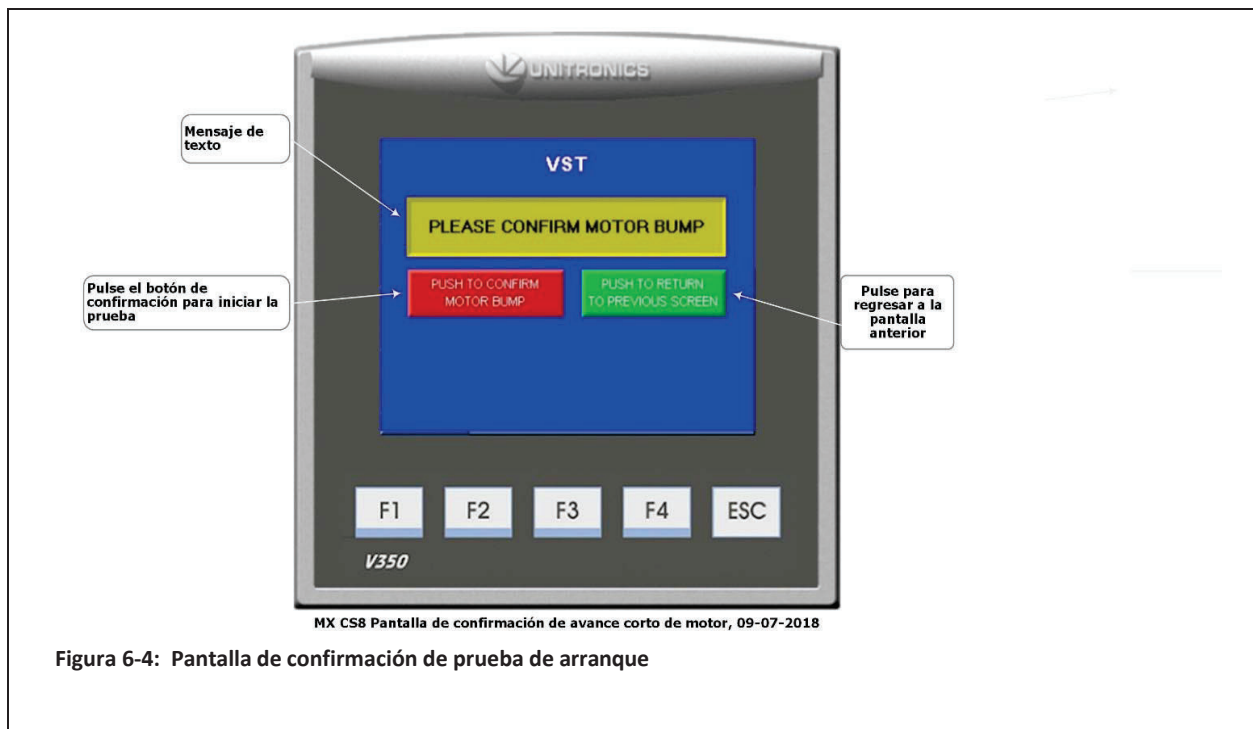

Figura 6-4: Pantalla de confirmación de prueba de arranque
2. En la pantalla de confirmación de arranque del motor, presione el botón rojo. Confirmar arranque del motor para comenzar la rotación del motor de la bomba de vacío. Para cancelar la prueba de arranque, presione el botón verde para regresar a la pantalla anterior. **Vea la Figura 6-4.**